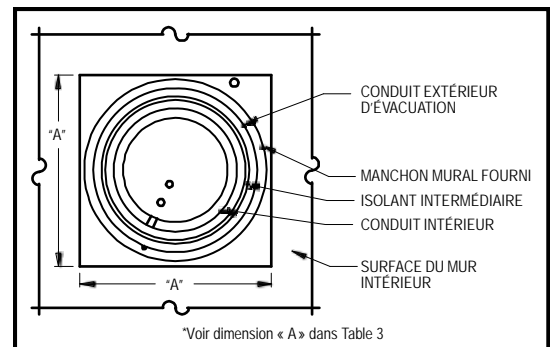

Figure 6
- b. Veiller à bien garder le conduit extérieur centré dans l'orifice (voir Figure 6).
Si l'évacuation forcée doit être posée à travers un mur en matériaux combustibles, utiliser manchon d'emboîtement mural fourni. Se reporter aux détails à la page 4. (Voir Figure 6.) Le manchon mural peut être enlevé pour les poses à travers des murs en matériaux non combustibles. Il peut être nécessaire de couper le manchon d'emboîtement mural à la longueur pour les épaisseurs de mur de moins de 20 cm (8 po).
2. Appliquer un cordon de mastic de silicone fourni sur l'arrière, le dessus et les côtés de la bride de fixation de colonne montante. Monter l'unité d'évacuation forcée sur le mur. Veiller à bien faire passer le conduit flexible et le tube de pression à travers le mur. Veiller à bien garder le conduit extérieur centré dans l'orifice (voir Figure 6).